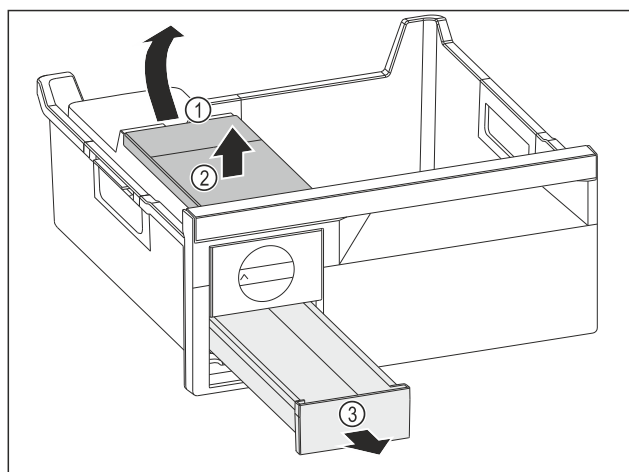

Fig. 90
- ▶ Извлеките бак для воды: Поднимите бак для воды за выемку Fig. 90 (1).
- ▶ Извлеките бак для воды Fig. 90 (2) движением вверх.
- ▶ Извлеките выдвижной ящик для кубиков льда Fig. 90 (3) движением вперед.